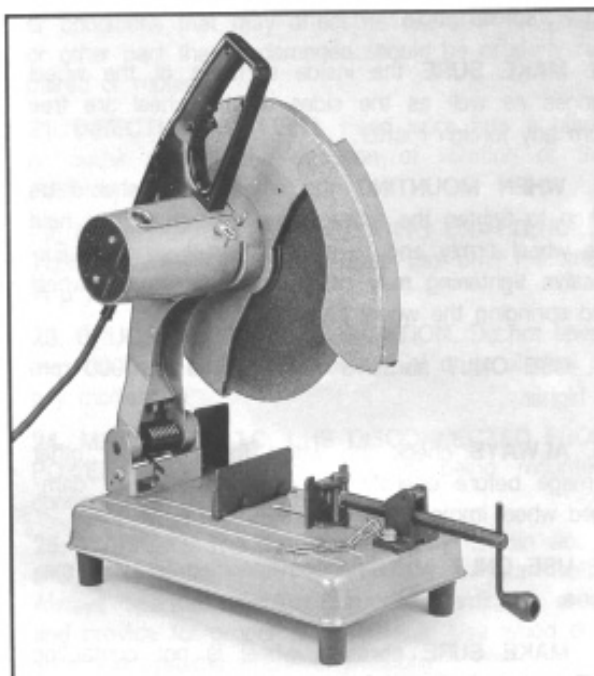

Fig. 4
2. La FIG.4 montre le bloc tête en position haute.